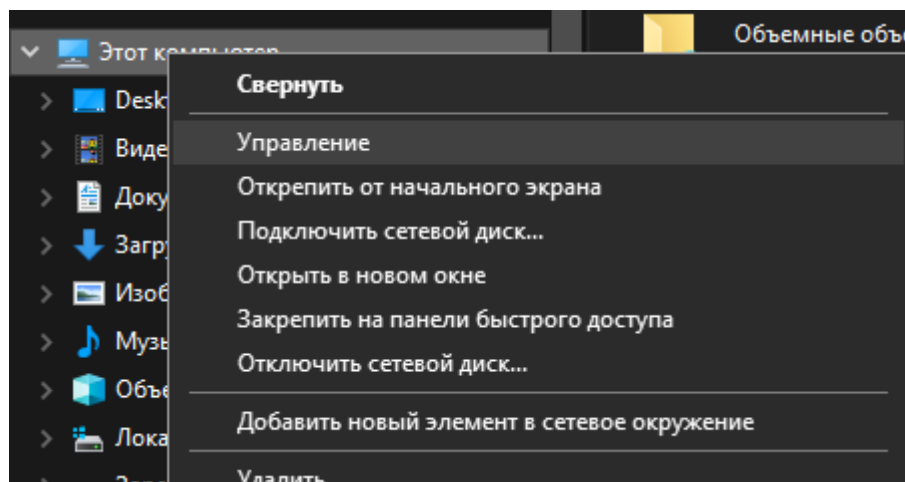
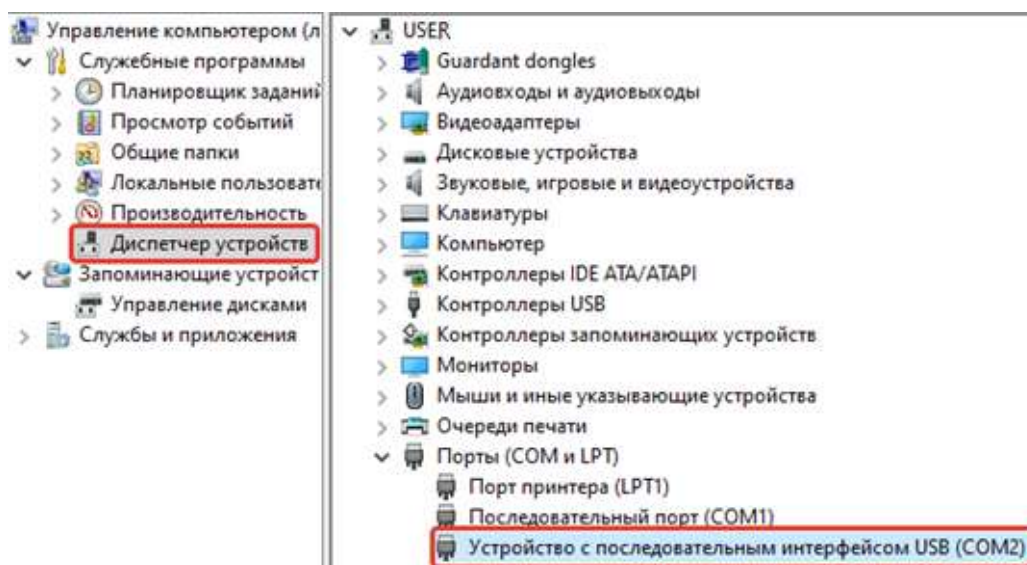

Рисунок 3 – Пункт «Управление» во вкладке «Этот компьютер»
Рисунок 4 – ПЛК в списке COM-портов
3. Проверить появление COM-порта в Диспетчере устройств ПК. Для этого зайти в «Проводник», правой кнопкой мыши нажать на «**Этот компьютер**» и выбрать пункт «**Управление**» (см. рисунок 3). В открывшемся окне нажать на пункт «**Диспетчер устройств**», а затем найти в нем пункт «**Порты (COM и LPT)**» и щелкнуть по символу «>» рядом с его названием. В открывшемся списке отобразится COM-порт подключенного устройства (см. рисунок 4). Если ПЛК не определился в операционной системе ПК виртуальным COM-портом, нужно установить драйверы на ПК и/или заменить кабель (кабели) и повторить подключение.